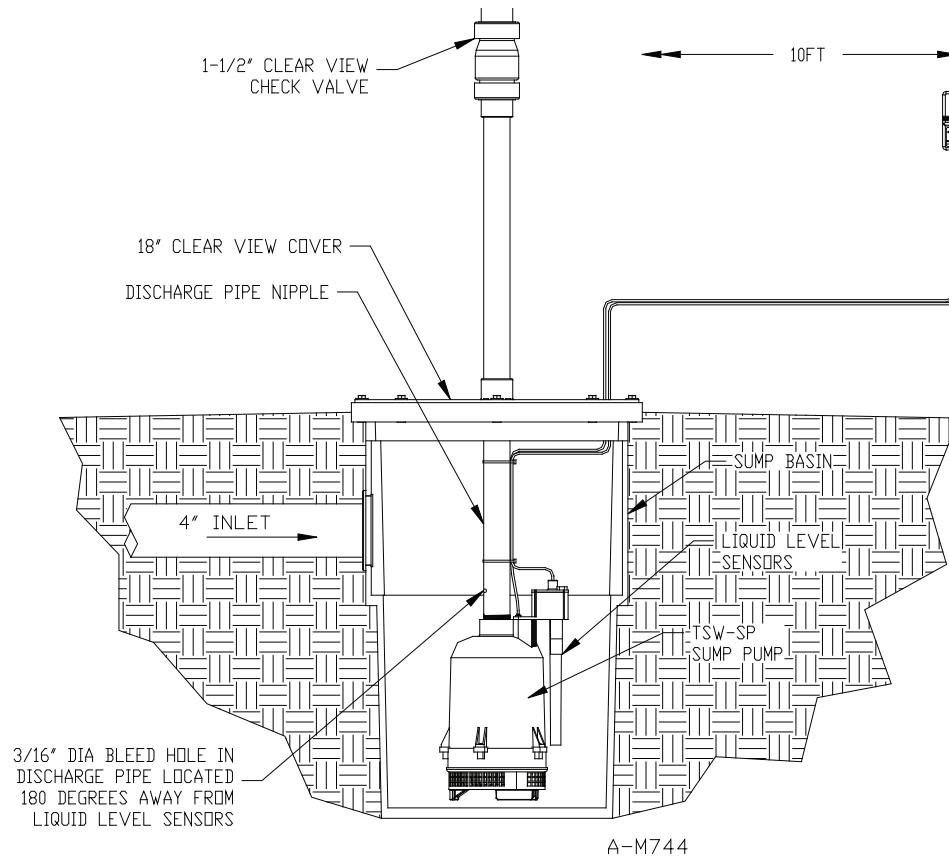

Figure 1
3. Attach the schedule 80 discharge pipe nipple (Item 4) to the basin cover (Item 7) rib side down, using pipe cement that is compatible with both PVC (Polyvinyl Chloride) and ABS (Poly Acrylonitrile Butadiene Styrene). The schedule 80 discharge pipe (Item 4) should have 1-1/2" pipe threads on the pump end while straight and smooth on the basin cover end. NOTICE: The discharge pipe nipple (Item 4) has a vent relief hole indicated by a red dot. This hole should face 180° away from the pump sensor probes (see Figure 1, Typical Installation drawing). Follow the instructions on the pipe cement to allow proper drying time.
3. Fixer le mamelon du conduit d'évacuation de catégorie 80 (article 4) au couvercle de la cuve (article 7), avec le côté nervuré vers le bas, à l'aide d'un ciment à tuyau compatible avec le PVC (polychlorure de vinyle) et l'ABS (polystyrène-butadiène-acrylonitrile). Le conduit d'évacuation de catégorie 80 (article 4) doit comporter un filetage de 38 mm (1 1/2 po) à l'extrémité fixée à la pompe et être droit et lisse à l'extrémité fixée au couvercle de la cuve. **AVIS :** Le mamelon du conduit d'évacuation (article 4) comporte un trou d'évent indiqué par un point rouge. Ce trou doit être à 180° par rapport aux sondes de la pompe (voir la Figure 1, dessin d'une installation typique). Suivre les instructions pour le temps de séchage du ciment à tuyau.